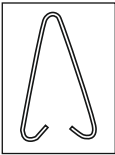
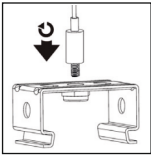

Рис. 5
Рис. 6
- 5.19 Для установки осветительного прибора на подвесы используйте скобы для подвеса монтажа (2 шт. – рис. 5, входят в комплект поставки) или тросовую систему подвеса (рис. 6, в комплект поставки не входит и приобретается отдельно).